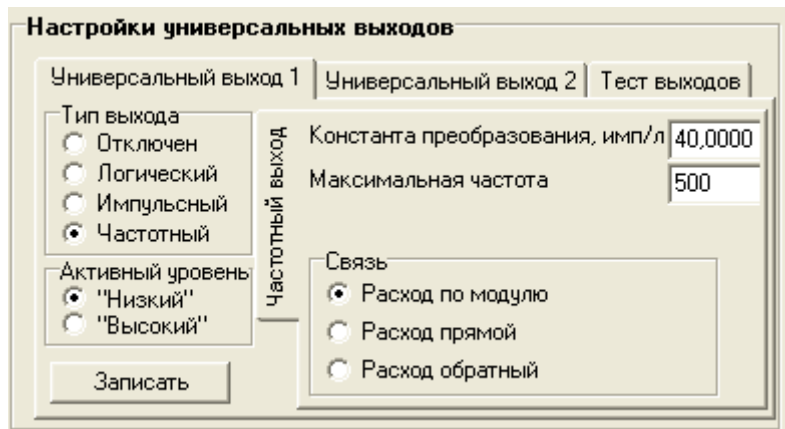

Рис.9. Вид группы «Настройки универсальных выходов».
2.4.1. Установочные параметры универсальных выходов находятся во вкладке **Настройки** основного окна программы «Монитор» в группе **Настройки универсальных выходов** (рис.9).